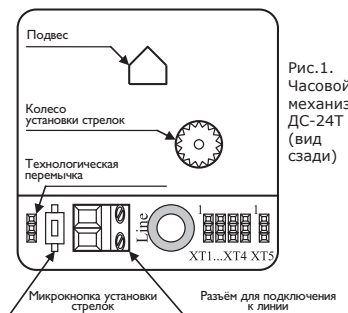

Рис.1.
Часы СВС подключаются к двухпроводной линии управления и синхронизации TELNU с помощью разъёма, расположенного на батарейном отсеке корпуса часового механизма (см. рис. 1).
- с помощью установочного колеса, расположенного на корпусе часового механизма Д С-24Т (рис. 1),